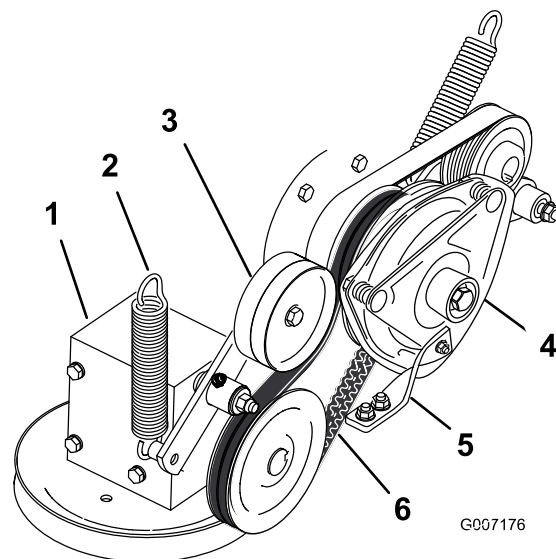

Figura 72
4. Togliete la molla di tensione dal braccio di rinvio (Figura 72).
7. Montate la cinghia di trasmissione della PDF attorno alla puleggia della frizione e la puleggia della scatola ingranaggi (Figura 72).
9. Montate la molla sul braccio di rinvio (Figura 72).